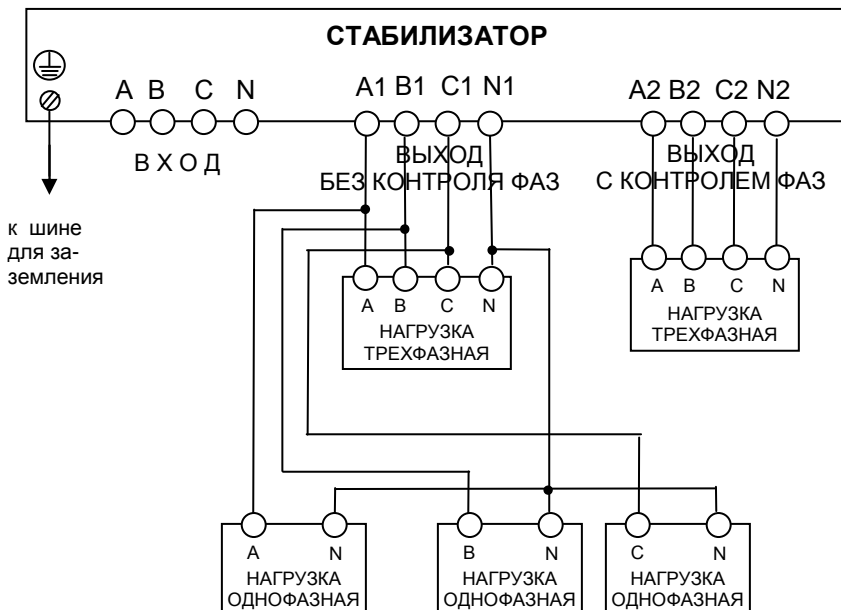

Рисунок 6.1 Схема подключения стабилизатора к сети и нагрузке
6.4.2. Заземлить корпус стабилизатора и подключить изделие к сети и нагрузке в соответствии со схемой на рис. 6.1.